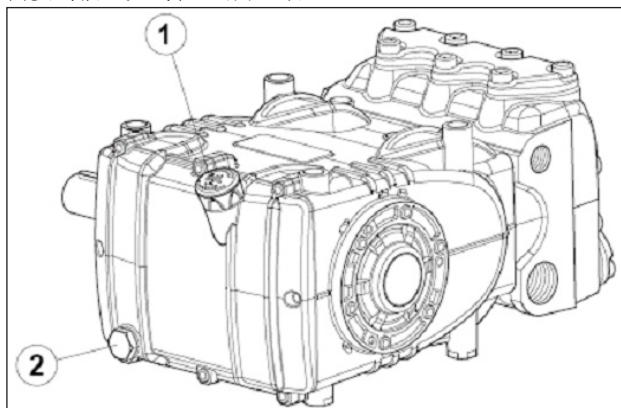

图3
从图3的位置①处的液面杆进行查看。
润滑油的更换可在泵浦于环境温度，通过拆下：图3处的液